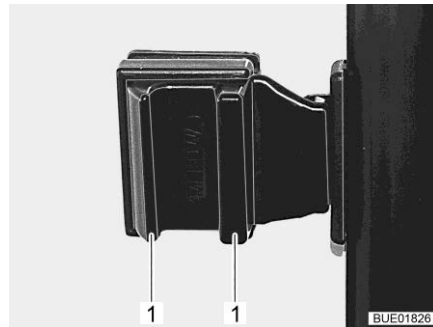

Bild 100 Skjutfönster med trycklås
- Tryck ihop handtagen (Bild 100,1) och håll dem intryckta.